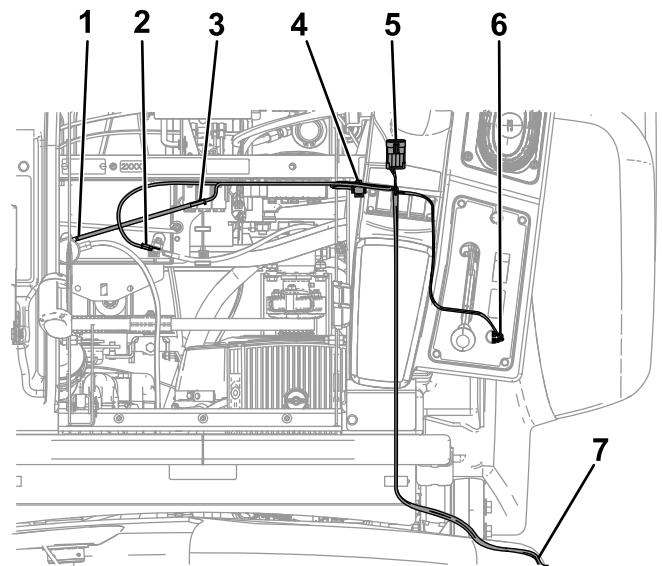

Рисунок 7
4. Вставьте следующий разъем в реле (Рисунок 7) и установите реле в наружное отверстие на раме рядом с имеющимися реле.
5. Подсоедините плавкую перемычку к красному кабелю, подсоединеному к положительной (+) клемме аккумулятора (Рисунок 7).
7. Присоедините дальний конец жгута проводов к заземлению блока предохранителей (Рисунок 7).
1. Подсоедините 2 разъема на жгуте проводов к разъему с 2 плоскими контактами на переключателе (Рисунок 7).